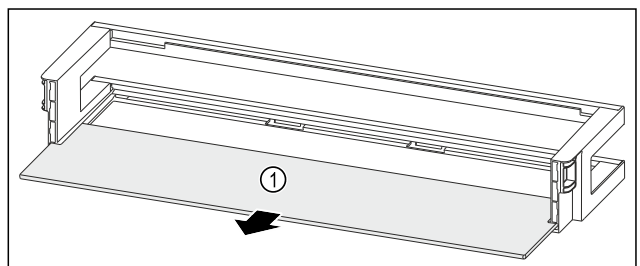

Fig. 158 Türabsteller mit Abstellfläche
- ▶ Abstellfläche Fig. 158 (1) entnehmen.